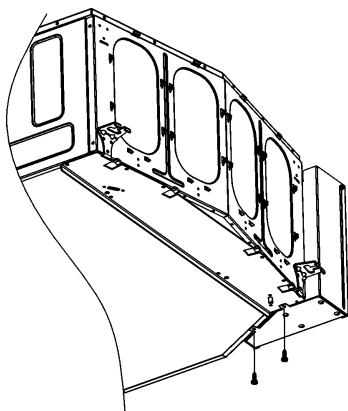

Abb. 27. Lösen der Schrauben an der Unterseite des Kastens
1. Lösen Sie die zwei Schrauben an der Unterseite des Kastens (siehe Abb. 27).